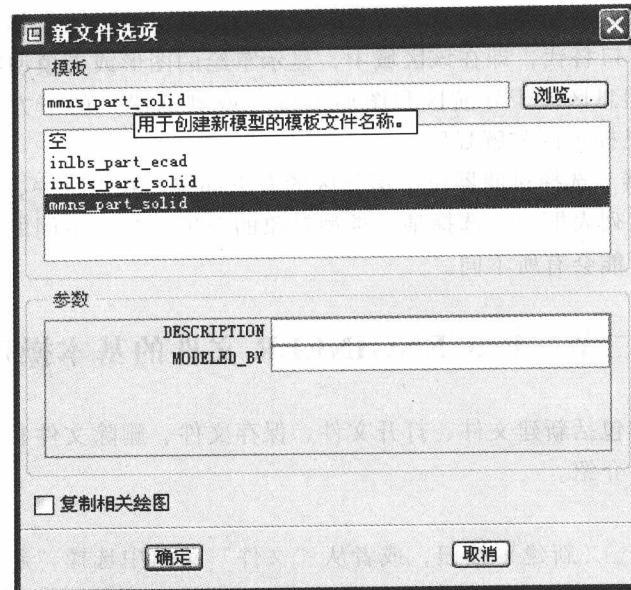

图 1-3 新模型的模板文件名
- 3) 在出现的“新文件选项”对话框中的“模板”选项组中选择 mmns_part_solid，如图 1-3 所示，单击“确定”按钮。